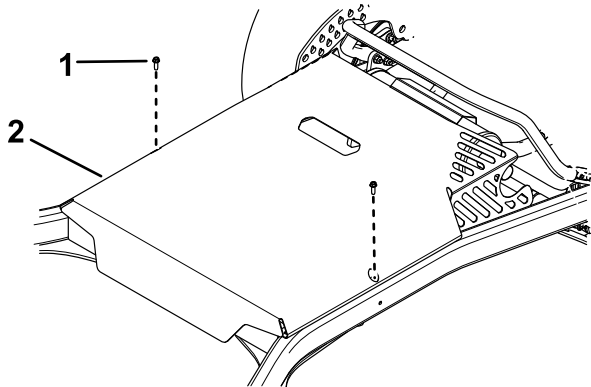

Figura 25
3. Togliete i 2 bulloni che fissano la protezione del piatto e rimuovete la protezione del piatto (Figura 25).